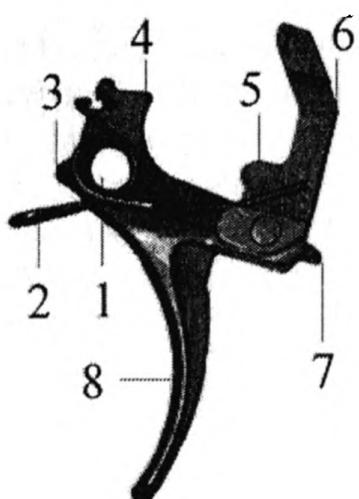

Рис. 24
Спусковой крючок (рис. 24) служит для спуска курка с боевого взвода. Спусковой крючок представляет собой трехплечий рычаг с отверстием под ось (1). Плечи рычага образуют боевой взвод (4), служащий для удержания курка на выступе боевого взвода перед началом стрельбы и при прекращении стрельбы, спицу спускового крючка (8), на которую непосредственно воздействует палец стрелка и хвост спускового крючка (7), с шарнирно присоединенным к нему разобщителем (6). На переднем торце имеется выступ (3) для ограничения хода спускового крючка и паз для короткого конца пружины спускового крючка.